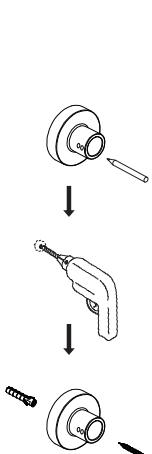

Figure 9
- d) Installez le support mural 14 sur la position marquée (Figure 9). Couvrez la barre de douche thermostatique pour éviter la poussière. Raccordez le connecteur de tuyau au support mural et utilisez la clé Allen pour le fixer (Figure 10).